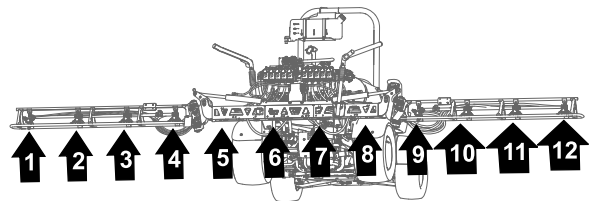

Figura 129
1. Disponete i flessibili per gli ugelli dell'irroratrice 1, 2, 3 e 4 attraverso il serratubi a R nell'estremità esterna sinistra della sezione di irrorazione centrale (Figura 129 e Figura 130).
2. Disponete i flessibili per gli ugelli dell'irroratrice 7, 8, 9 e 10 attraverso il serratubi a R nell'estremità esterna destra della sezione di irrorazione centrale (Figura 129 e Figura 130).
3. Disponete i flessibili di alimentazione da 279 cm e i portagomma dentellati ($\frac{3}{4}$ ") lungo la sezione di irrorazione agli ugelli dell'irroratrice 1 e 10, come illustrato nella Figura 129 e Figura 130.
4. Disponete i flessibili di alimentazione da 234 cm e i portagomma dentellati ($\frac{3}{4}$ ") lungo la sezione di irrorazione agli ugelli dell'irroratrice 2 e 9 lungo la sezione di irrorazione, come illustrato nella Figura 129 e Figura 130.
5. Disponete i flessibili di alimentazione da 188 cm e i portagomma dentellati ($\frac{3}{4}$ ") lungo la sezione di irrorazione agli ugelli dell'irroratrice 3 e 8, come illustrato nella Figura 129 e Figura 130.
6. Disponete i flessibili di alimentazione da 188 cm e i portagomma dentellati ($\frac{3}{4}$ ") lungo la sezione di irrorazione agli ugelli dell'irroratrice 4 e 7, come illustrato nella Figura 129 e Figura 130.